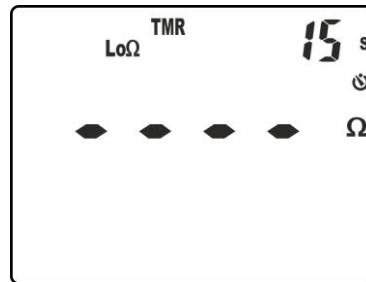

Abb. 30: Einstellung der Messzeit im Betriebsmodus TMR
5. Drücken Sie die Tasten **▼/⚡** oder **▲/ZERO** zur Einstellung der Messzeit (Timer) im Bereich: **1s ÷ 30s**. Merken Sie den Wert rechts im Oberteil des Displays (siehe Abb. 30).